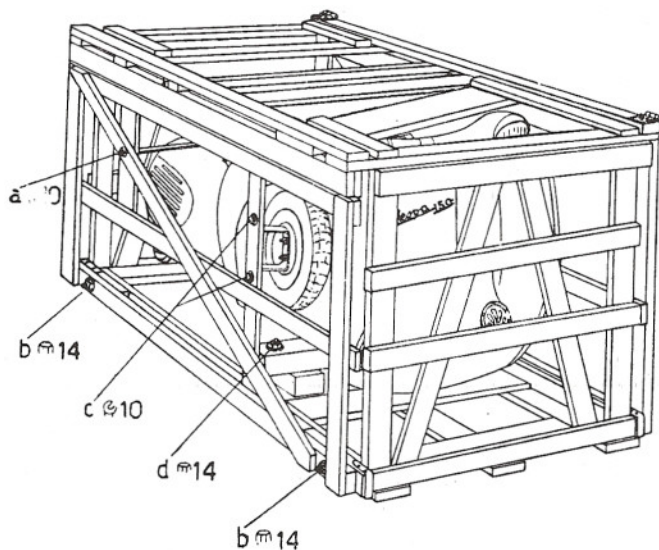

Fig. 1/B - Gabbia imballaggio moto
## Disimballaggio (ved. fig. 1/B a lato)
- Togliere i fissaggi della moto al fondo della gabbia (per caso della fig. 1/B la traversa che preme sulla pedana svitando i dadi « d ») e smontare la staffa fissata sui portapacchi.